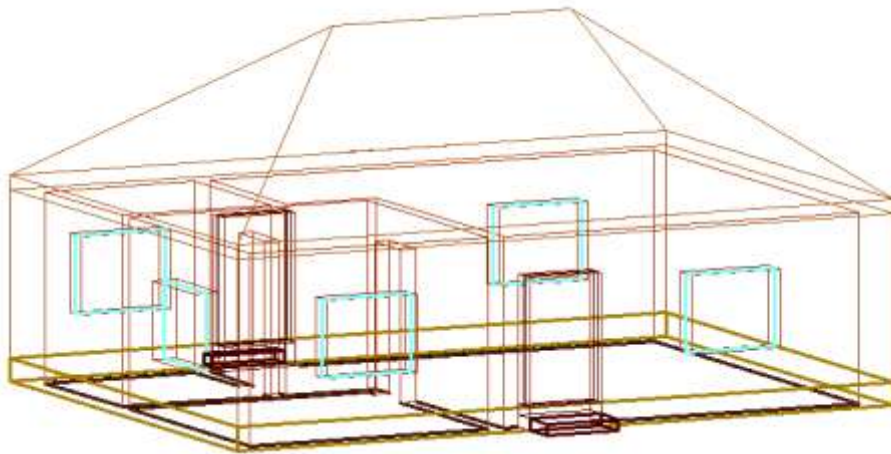

Рис. 29
9. Включите все слои (*Рис. 29*):